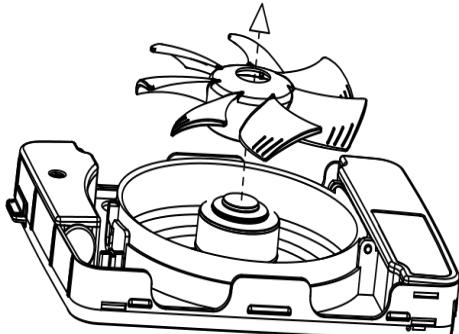

図14-1
- ① 必ず電源スイッチをOFFにして換気扇を停止させてください。
- ② プロペラの中央部分を押しながら、プロペラを取り外してください。(図14-1)